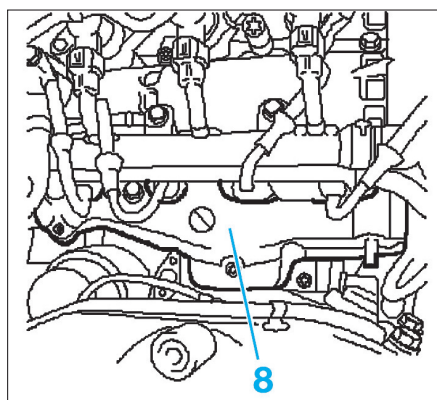

FIG. 59
- Déposer la tôle pare-chaueur du collecteur d'échappement (8) (Fig.59),